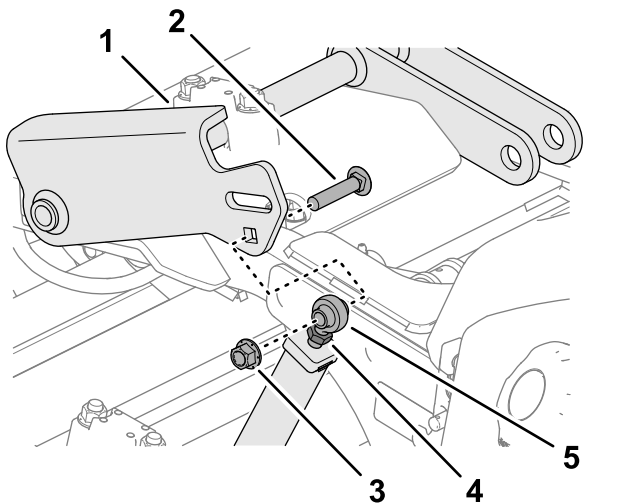

Figura 52
3. Afloje la contratuerca que sujeta la rótula al acoplamiento de elevación (Figura 52).